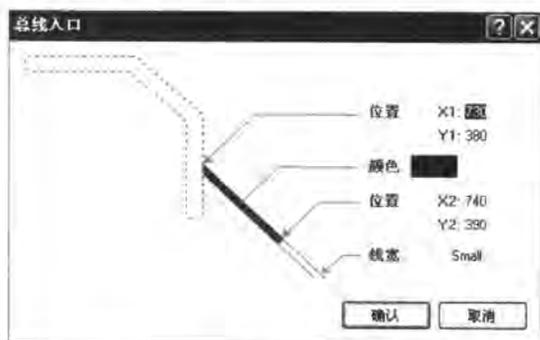

图 3-80 【总线入口】对话框
- [4] 双击需要设置属性的总线入口, 系统弹出如图 3-80 所示的【总线入口】对话框, 在该对话框内可以设置相关的参数。